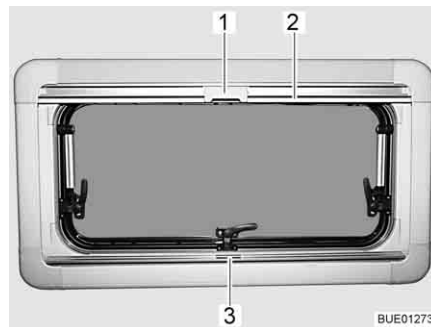

Fig. 107 Janela de projetar
- Pegue no estore opaco plissado pelo meio da régua de manipulação (Fig. 107,3), puxe-o de baixo para cima e largue à altura pretendida. O estore opaco plissado fica parado a essa altura.
- Puxe a mosquiteira para baixo, agarrando pela régua de manipulação (Fig. 107,2), até esta encostar na régua de manipulação do estore opaco plissado (Fig. 107,3).
- Trave o entalhe (Fig. 107,1) na mosquiteira com a régua de manipulação do estore opaco plissado.
- Empurre para trás o entalhe (Fig. 107,1) na parte de cima da mosquiteira.
- Guie a mosquiteira lentamente para trás na régua de manipulação (Fig. 107,2).